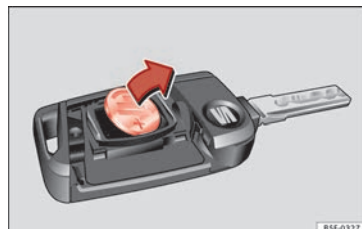

Fig. 118 Clé du véhicule : retirez la pile.
- Retirez la pile du compartiment à l'aide d'un objet fin approprié » fig. 118.
- Placez la pile neuve comme indiqué » fig. 118 et appuyez-la contre le logement des piles dans le sens contraire de la flèche » ❷.